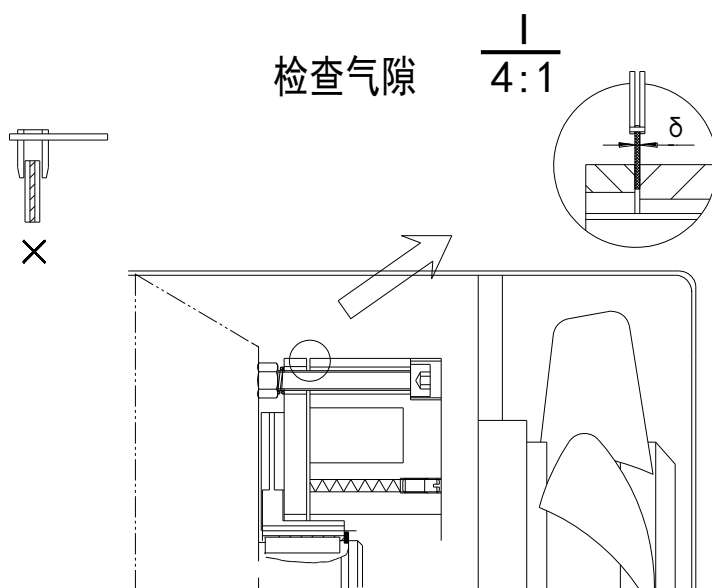

图 8-9 调整气隙
(1) 每 450 小时或每三个月需保养一次；
(2) 调整气隙：电磁制动三相异步电动机电磁制动器的标准工作气隙 δ 为 0.6mm，见图 8-9。